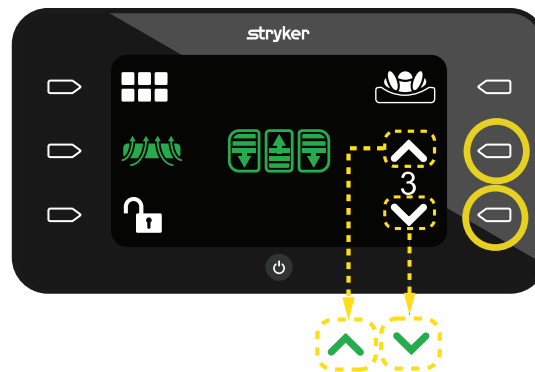

Figura 33 – Nivel 3 del modo ALP
4. Pulse el botón **Acción** situado junto a la **flecha arriba** o la **flecha abajo** para aumentar o reducir el nivel de ALP de 1 a 5 (Figura 33).